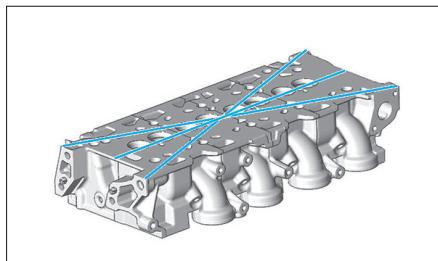

Fig. 55
- À l'aide d'un jeu de cales et d'une règle, contrôler la planéité du plan de joint de culasse (Fig.55).